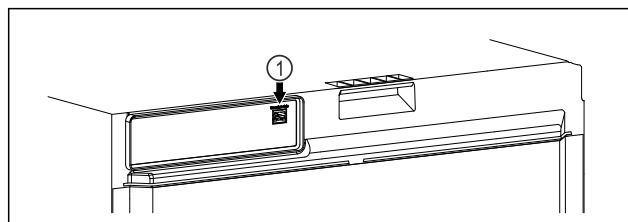

Fig. 102
- SmartModule Fig. 102 (1) je nasadený.